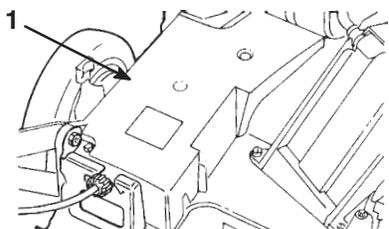

Figure 31
2. Enlevez les boulons qui fixent le carter de courroie (Fig. 31) à la tondeuse.